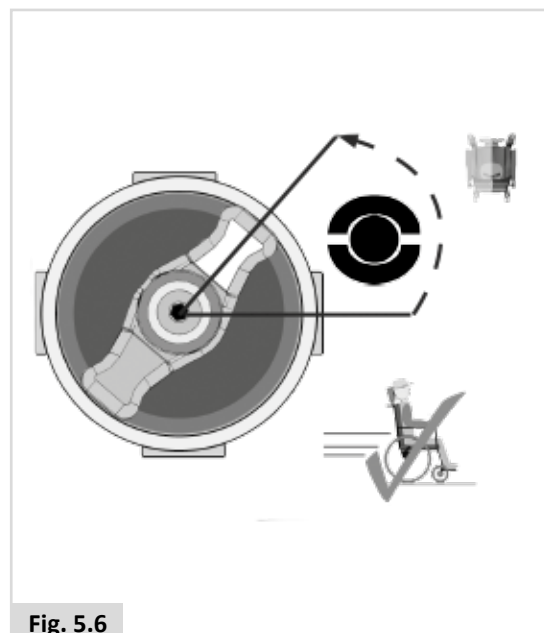

Fig. 5.6
1. Pour la conduite du fauteuil : (Fig. 5.6).